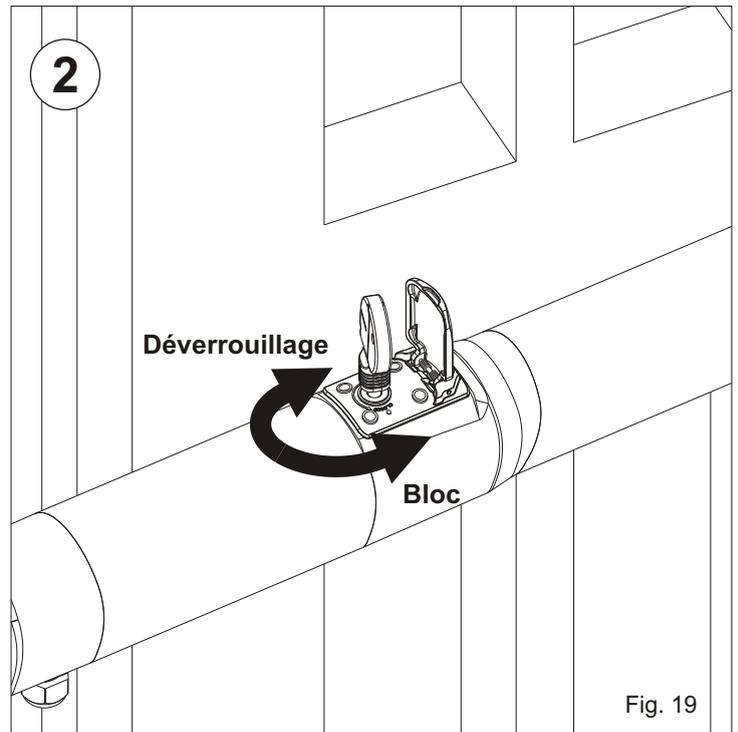

Fig. 19
2. Tourner de 180° environ la clef de déverrouillage dans le sens des aiguilles d'une montre jusqu'à feuilure, sans forcer en plus (Fig. 19).